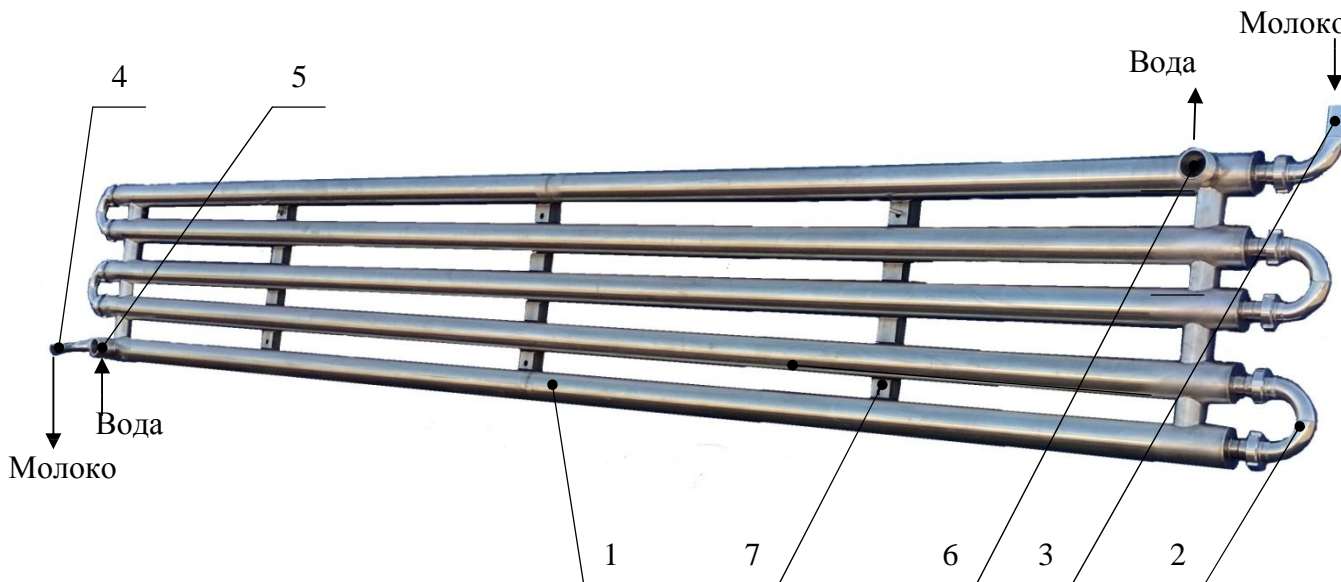

Рисунок 1 – Теплообменник
- подсоединить водяной контур к трубопроводу, поз. 5 (рисунок 1) подача воды, поз. 6 – отвод воды;
- подсоединить молочный контур к трубопроводу, поз. 3 (рисунок 1) подача молока, поз. 4 – отвод молока;